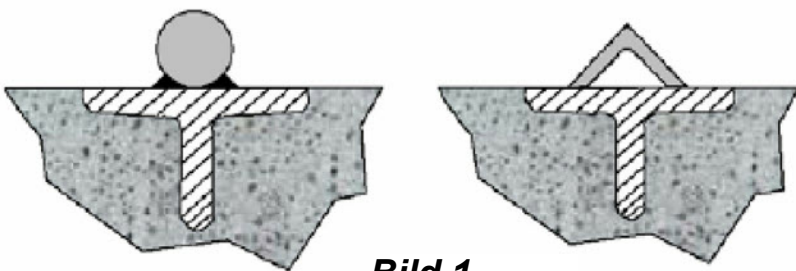
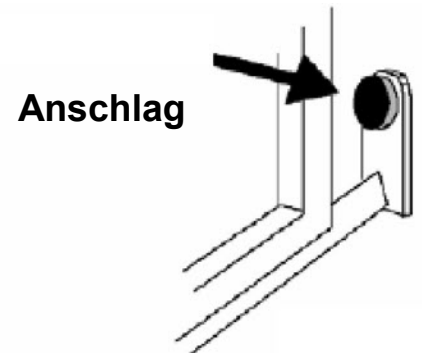
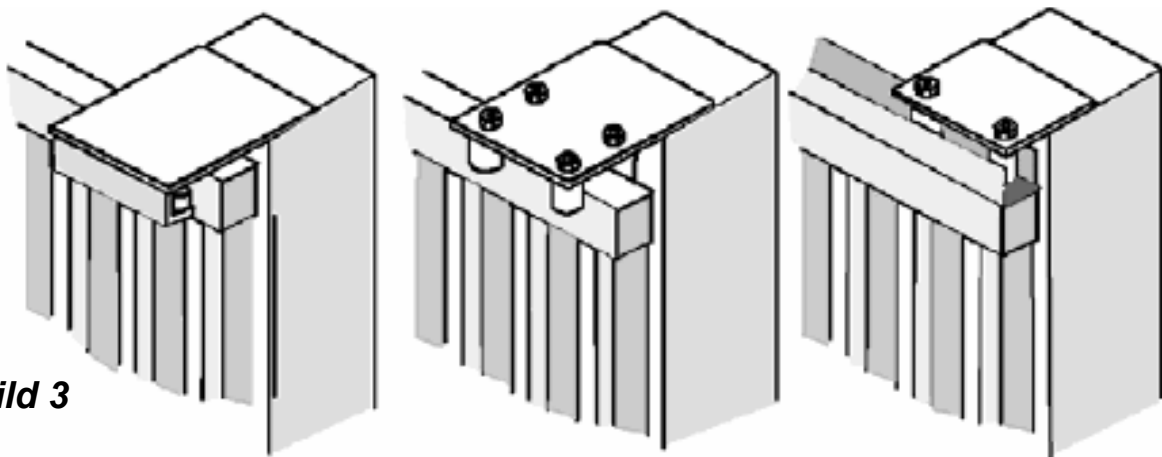

Bild 1
Bild 2
Bild 3
- Bevor Sie den Automatismus montieren, überprüfen Sie den völligen Lauf des Tors. Außerdem sollen Sie verifizieren, dass die Gleitschiene (**Siehe Bild 1**) keine Missbildung hat, ganz auf Bodenhöhe liegt und dass es den Öffnungsanschlag gibt (**Siehe Bild 2**), um einen Sprung des Tors aus den oberen Gleitschienen zu vermeiden (**Siehe Bild 3**.)
- Überprüfen Sie, dass die obere Gleitschiene (**Siehe Bild 3**) ganz fest ist und das Tor darauf mühelos läuft.
Die ausgestattete Gegenplatte (**Bild 1**) maximal **50 mm** weit entfernt vom Torrand und mit einem perfekten Winkel von 90 Grad legen.
Ziehen Sie das obere Gehäuse heraus, lockern Sie die Schrauben **A** und nehmen Sie den Deckel **B** weg, jetzt ziehen Sie die Kabel durch den Schlitz im Getriebemotor (**Bild 2**).
Die Zahnstange gut und **2 bis 3 mm** weit entfernt vom Treibrad des Motors (**Bild 3**) befestigen.